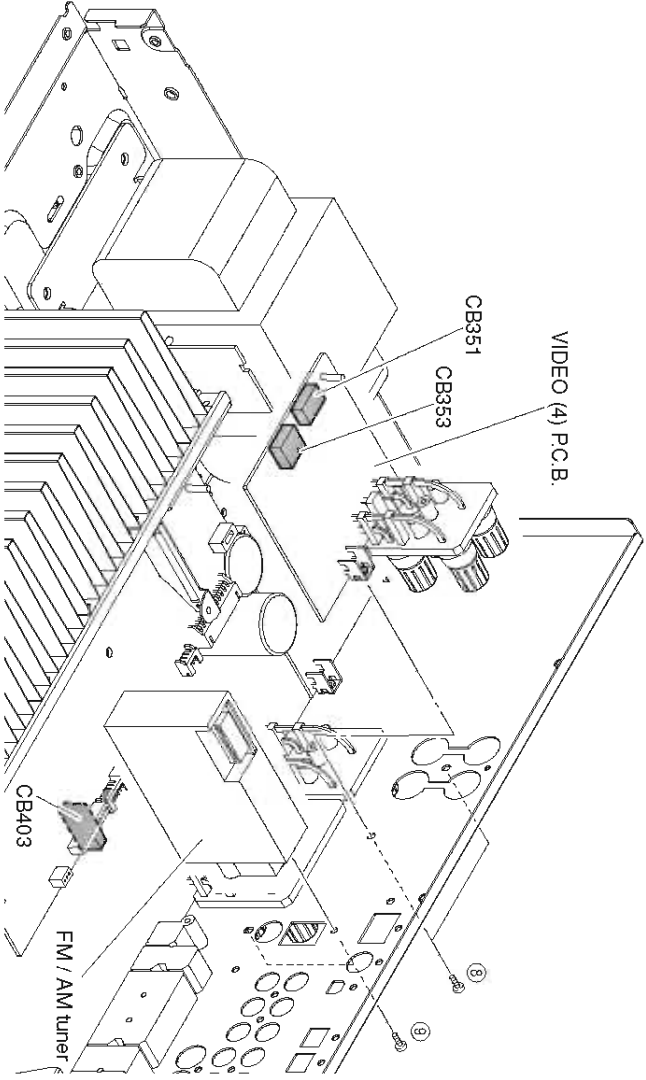

Fig. 4
5. Removal of VIDEO (4) P.C.B.
- a. Remove 2 screws (⑧). (Fig. 4)
- b. Remove CB351 and CB353. (Fig. 4)
- g. Remove VIDEO (4) P.C.B. (Fig. 4)
5. VIDEO (4) P.C.B.の外し方
- a. ⑧のネジ2本を外します。(Fig. 4)
- b. CB351、CB353を外します。(Fig. 4)
- c. VIDEO (4) P.C.B.を取り外します。(Fig. 4)
- a. Remove 2 screws (⑨). (Fig. 4)
- b. Remove CB403. (Fig. 4)
- c. Remove FM/AM tuner. (Fig. 4)
- a. ⑨のネジ2本を外します。(Fig. 4)
- b. CB403を外します。(Fig. 4)
- c. FM/AMチューナーを取り外します。(Fig. 4)